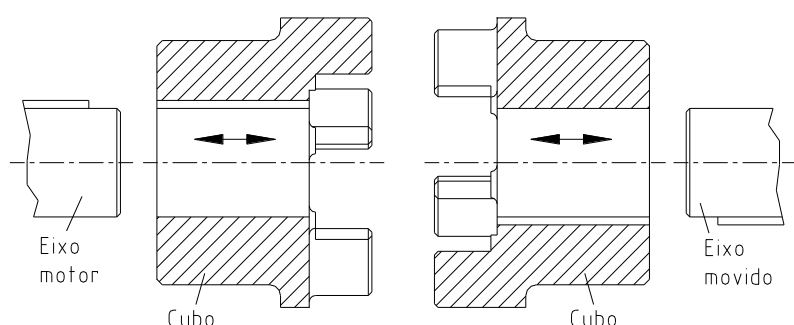

Figura 10: montagem dos cubos
- Monte os cubos no eixo do lado de accionamento e no lado de saída (ver figura 10).